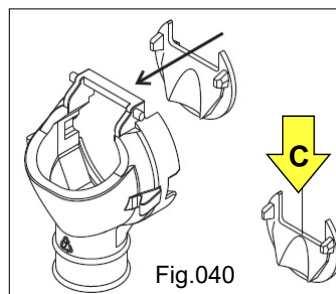

Fig.040
a) Nunca opere sem a tampa transversal ("C" Fig. 040), a qual tem a função de anular o efeito pulsante da mola e também de controlar a dosagem.
b) Em casos de alta umidade do adubo, ocasionada por chuva ou outros fatores, em que o adubo fica em estado pastoso, deve-se retirar a tampa transversal ("C" Fig. 040) e movimentar a Plantadora por aproximadamente 50 metros para que o adubo empastado saia totalmente do dosador, desobstruindo e limpando a Rosca Sem Fim.
Após este procedimento, recolocar novamente a tampa (Fig. 040).